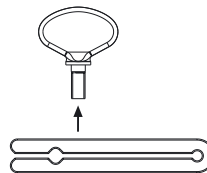

Abb. 8
- Abziehilfe demontieren, siehe Abb. 8.